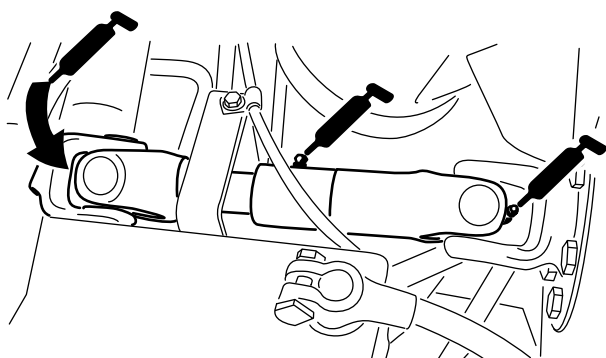

Figura 50
- Articulación de cardán del árbol de transmisión de la bomba (3) (Figura 50).